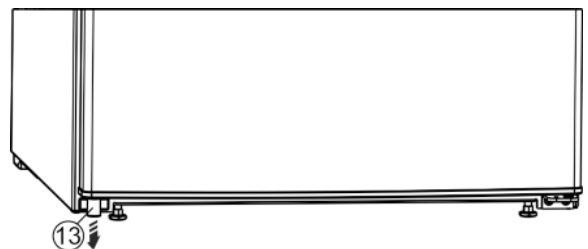

Fig. 5
- ▶ Retirer la butée Fig. 5 (13) de la porte en bas à gauche.